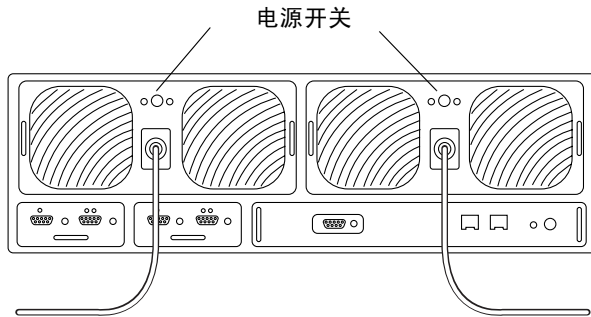

图 11-2 电源开关位置
4. 按下两个阵列的电源和冷却装置上的电源开关，断开交流电源（图 11-2）。